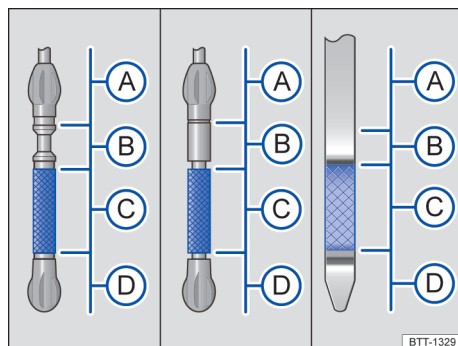
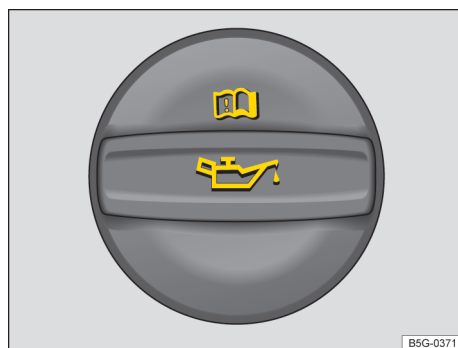

Fig. 191 Marcações do nível do óleo do motor na vareta de medição do óleo (variantes).
Fig. 192 No compartimento do motor: tampa da abertura para enchimento de óleo do motor (representação esquemática).
Legenda para → Fig. 191:
4. Identificar a abertura de enchimento de óleo do motor e a vareta de medição do óleo. A abertura para enchimento do óleo do motor é identificada pelo símbolo  na tampa e pela vareta de medição do óleo do motor com a alça colorida → Fig. 192. Se não estiver claro onde a tampa e a vareta de medição do óleo se encontram, procurar uma Concessionária Volkswagen ou uma empresa especializada.
7. Retirar novamente a vareta de medição do óleo do motor e ler o nível no óleo do motor na vareta de medição da seguinte maneira → Fig. 191:
- (A) Nível do óleo do motor muito alto. Se for o caso, observar a mensagem no display do instrumento combinado e **notificar empresa especializada** → .
- (B) **Não reabastecer o óleo do motor** → . Continuar com a etapa 16.
- (C) Nível de óleo do motor em ordem. O óleo do motor pode, no caso de alta demanda do motor, ser reabastecido até o **limite superior dessa área**. Continuar com o passo 8 ou 16 → .
- (D) Nível de óleo do motor muito baixo. **Reabastecer o óleo do motor sem falta**. Continuar com a etapa 8.
9. Desrosquear a tampa da abertura para enchimento de óleo do motor → Fig. 192.
13. Ao final do processo de reabastecimento, o nível do óleo do motor deve se situar no mínimo no meio da faixa → Fig. 191 (C). O nível não deve se situar acima de (C), estar na faixa (B) e não pode estar na faixa (A) → .
14. Se, por descuido, foi reabastecido muito óleo de motor e o nível de óleo de motor estiver na área → Fig. 191 (A), **não ligar o motor**. Notificar uma empresa especializada e, se necessário, procurar imediatamente auxílio técnico especializado.
- Se, por descuido, tiver sido reabastecido excesso de óleo do motor e se, depois disso, o nível do óleo do motor se encontrar na faixa → Fig. 191 (A), não dar a partida no motor. Notificar uma empresa especializada e, se necessário, procurar auxílio técnico especializado. Caso contrário, o catalisador e o motor podem ser danificados!
O nível do óleo do motor não deve estar acima da faixa → Fig. 191 (B). Caso contrário, o óleo pode ser aspirado pelo dispositivo de ventilação do cárter e chegar à atmosfera por meio do sistema de escape.